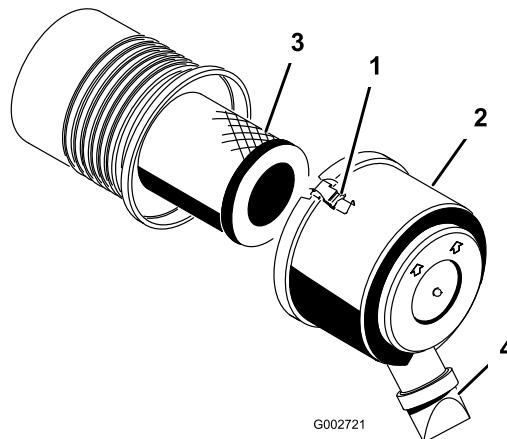

Figura 27
- Rilasciate i fermi che fissano il coperchio del filtro dell'aria al relativo corpo (Figura 27).